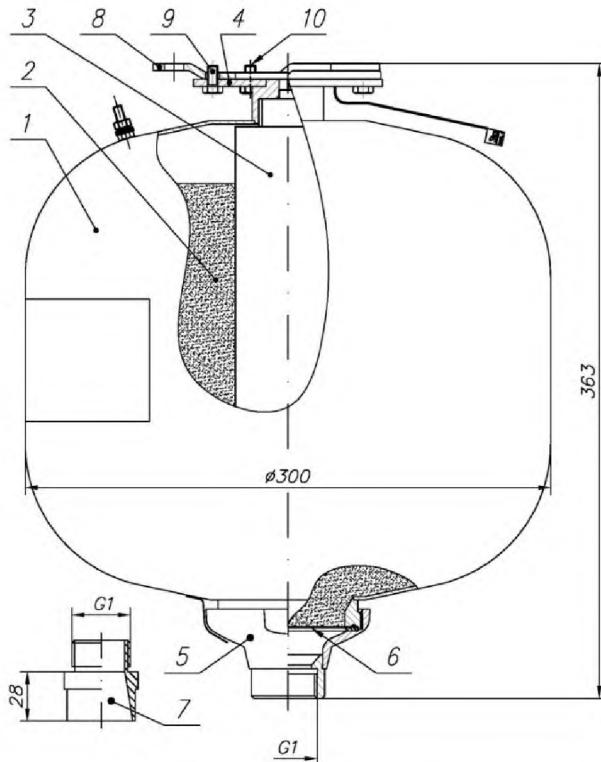

Рисунок 1. Устройство модуля порошкового пожаротушения Буран-15КД 10
6.5 Соединить держатель модуля 4 (рис. 1) с кронштейном 7 так, чтобы головки болтов 9 вошли в широкие части пазов держателя модуля. После этого повернуть модуль вокруг оси до упора, болты при этом заходят в узкие части пазов идерживают модуль в подвешенном состоянии. Зафиксировать от поворота модуль относительно кронштейна болтом 8. Затянуть болты 9.
- Слесарным зубилом разрушить мембрану (поз. 6, рис.1). Высыпать огнетушащий порошок в полиэтиленовый мешок или другую водонепроницаемую емкость. Производственные помещения, в которых производится работа с огнетушащим порошком, должны быть оборудованы приточно-вытяжной вентиляцией, обеспечивающей движение воздуха со скоростью от 0,3 м/с до 0,7 м/с. При проведении работ необходимо соблюдать меры предосторожности, указанные в п.5.2 и 5.3. Порошок утилизировать согласно п.5.3.